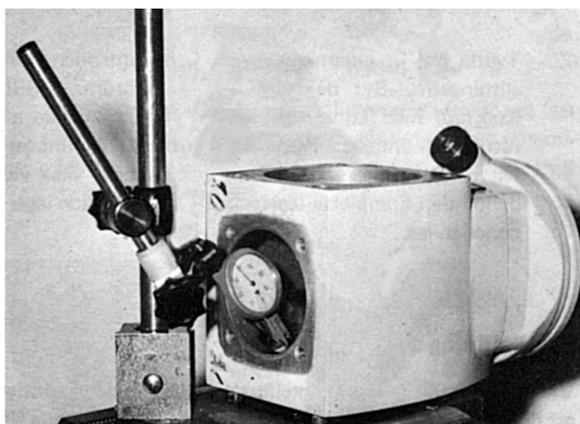

Fig. 13.
6. Mesurer le jeu aux flancs des dents avec un comparateur à bascule, voir figure 13. Ce jeu doit être de 0,15 à 0,25 mm. S'il est trop petit, il faut mettre plus de cales entre la boîte à double roulement (12) et le carter supérieur de renvoi (2). Si ce jeu est trop grand, il faudra réduire l'épaisseur des cales. Noter ce qui est indiqué au paragraphe 5.